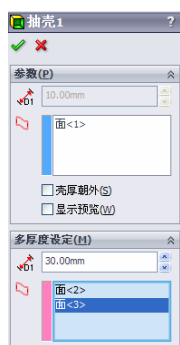

图 5-82 “抽壳”属性管理器
② 执行抽壳命令。选择菜单栏中的“插入”→“特征”→“抽壳”命令，或者单击“特征”工具栏中的“抽壳”图标, 此时系统弹出如图 5-82 所示的“抽壳”属性管理器。